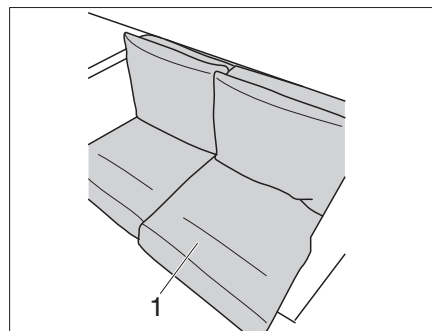

Fig. 222 Poser le coussin
Le coussin d'assise (Fig. 222, 1) est doté d'un renfort en plastique sur la face arrière.
- Mettre en place le coussin d'assise (Fig. 222,1) avec le renfort sur le côté droit.